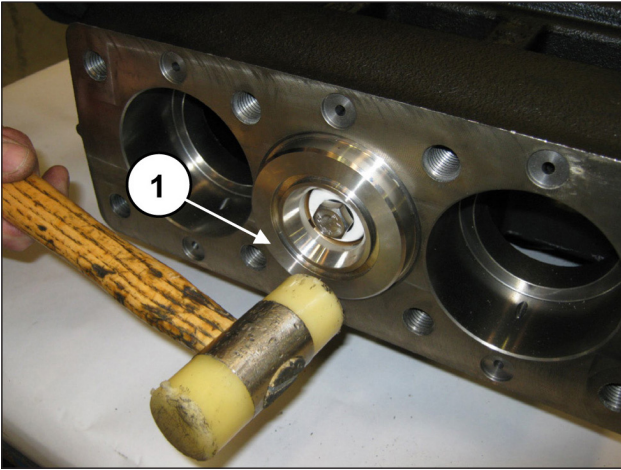

Abb. 186
Vergewissern Sie sich, dass die Gruppe Buchse-Dichtungshalter bündig in ihrem Sitz liegt (Pos. ①, Abb. 186).